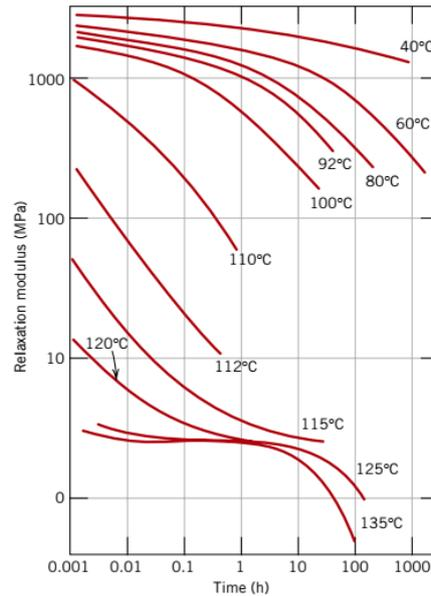

Figura 6 - Logaritmo do módulo de relaxação em função do logaritmo tempo para o polimetil metacrilato (PMMA).
4. Na Figura 6 estão apresentadas as curvas em escala logarítmica para o módulo de relaxação  $E_r(t)$  em função do logaritmo do tempo para o poli(metacrilato de metila) (PMMA) realizadas a várias temperaturas. Faça um gráfico  $E_r(10)$  em função da temperatura para então estimar o valor de  $T_g$  para tempos de 100, 1 e 0,1 h. O que ocorre com a  $T_g$  do material em função do tempo?